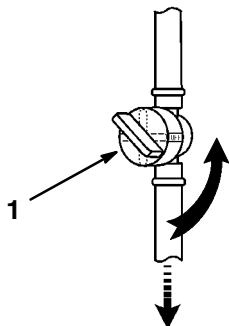

Abbildung 28
2. Den Kraftstoffhahn schließen (Abb. 28).